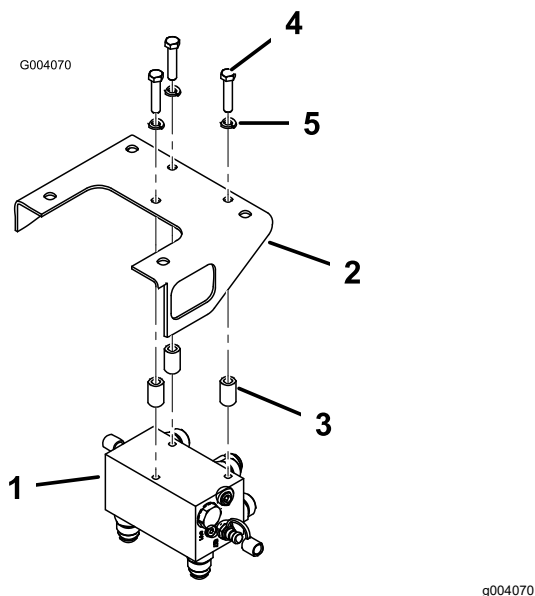

図 5
4. マニホールド・アセンブリを、マニホールドブラケットの底面に取り付けるボルト3/8 x 1-3/4 インチ3本、ロックワッシャ3/8 インチ、スペーサを使用する。スペーサはマニホールドブラケットとマニホールド上面との間に入れる。フィッティングが機体後部および下部を向くように取り付けるのが正しい図 5。